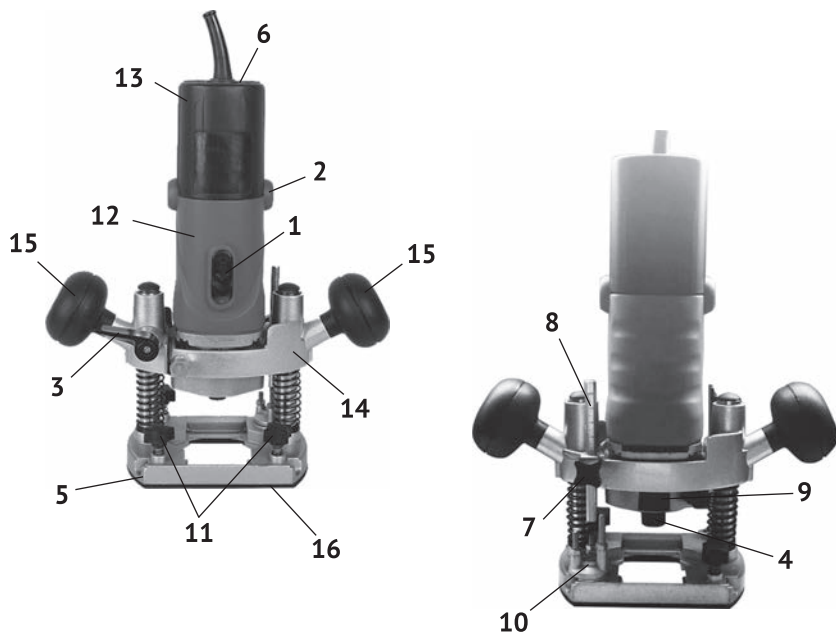
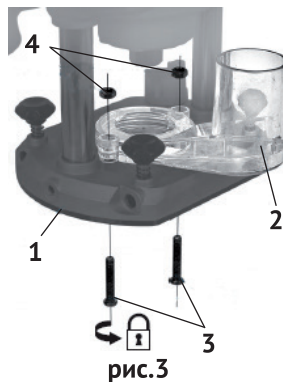

рис.1
рис.3
1.4.1 Общий вид фрезера представлен на рис. 1
1.4.2 Расположенный вертикально двигатель фрезера с цанговым патроном (рис.1 поз.4) закрыт пластиковым корпусом (рис.1 поз.12), закреплённом на суппорте (рис.1 поз.14). Суппорт перемещается в вертикальной плоскости по двум направляющим трубкам, закреплённым на опорной плите (рис.1 поз.5). Вертикальный ход суппорта обеспечивает глубину фрезерования заготовок
до 30 мм. Фиксация суппорта в нужном положении осуществляется рычагом (рис.1 поз.3). Контроль глубины обработки обеспечивают скользящий стержень-ограничитель глубины (рис.1 поз.8) и упор ступенчатый (рис.1 поз.10) револьверного типа. Подача суппорта (вниз) для фрезерования осуществляется нажатием на рукоятки инструмента (после разблокировки рычага рис.1 поз.3). Обратный ход суппорта обеспечивают пружины, расположенные снаружи направляющих трубок. Горизонтальное перемещение инструмента обеспечивает скольжение пластиковой подошвы (рис.1 поз.16), закреплённой внизу опорной плиты, по поверхности заготовки.
На крышке корпуса фрезера (рис.1 поз.13) расположен диск регулятора оборотов двигателя (рис.1 поз.6). На нём нанесены символы: 1, 2, 3, 4, 5, 6, для установки скорости вращения шпинделя с фрезой.
Запуск двигателя осуществляется смещением ползунка выключателя (рис.1 поз.1) вниз из позиции «0» - выключено в позицию «I» - включено. Отпущенный ползунок пружиной возвращается в исходное положение - двигатель выключается. Для продолжительной работы, после смещения ползунка вниз, утопив его нижнюю часть в положении «I», он фиксируется в рабочем положении. При повторном нажатии на нижнюю часть ползунка, он возвращается в исходное положение «0» - выключено, двигатель выключается.
На суппорте (рис.1 поз.14) стрелкой указано направление вращения фрезы.
- расфиксировать рычаг вертикального положения (рис.1 поз.3) для того, чтобы максимально увеличить рабочее расстояние между суппортом и опорной плитой (рис.3 поз.1);
- отцентрировать отверстия на патрубке пылеотвода (рис.3 поз.2) относительно отверстий опорной плиты;
- зафиксировать положение патрубка при помощи винтов (рис.3 поз.3) и гаек (рис.3 поз.4).
- установить опорную плиту (рис.1 поз.5) фрезера на заготовку;
- ослабить винт фиксации (рис.1 поз.7) ограничителя глубины и рычаг фиксации (рис.1 поз.3) вертикального положения суппорта;
- зафиксировать рычагом (рис.1 поз.3) положение суппорта;
- подвести скользящий стержень ограничителя глубины (рис.1 поз.8) к ступенчатому упору (рис.1 поз.10) так, чтобы он касался нижней ступеньки (при необходимости повернуть револьверный упор);
- ослабить винт (рис.1 поз.7) и поднять вверх стержень ограничителя глубины, пока показание на его линейке не достигнуто значения (на верхней плоскости фланца), при котором, разность между ним и предыдущим значением не будет равна нужной глубине обработки (например: первое значение – 15 мм, второе – 45 мм,  $45 - 15 = 30$  мм, 30 мм – нужная глубина фрезерования);
- выставить концевой (револьверный) упор (рис.1 поз.10) таким образом, чтобы ограничитель глубины располагался над верхней ступенью упора;
Значение скорости вращения рабочей фрезы изменяется с помощью диска регулятора оборотов двигателя (рис.1 поз.6).
- расфиксировать рычаг вертикального положения (рис.1 поз.3) для того, чтобы максимально увеличить рабочее расстояние между суппортом и опорной плитой (рис.7 поз.1);